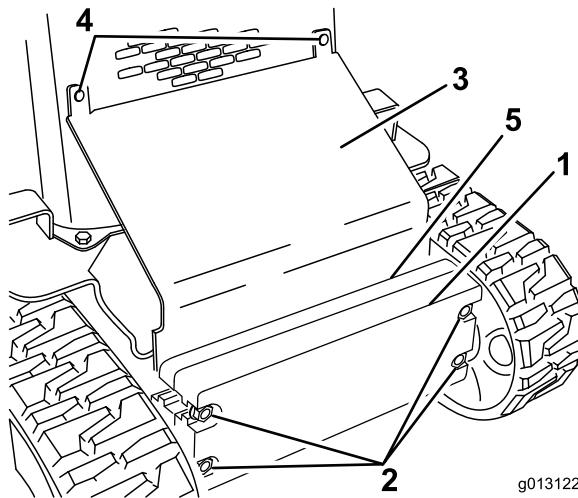

Figure 29
2. Desserrez les boulons de fixation des masses (Figure 29).
3. Enlevez les boulons de carrosserie et les écrous de fixation de la plaque inclinée (Figure 29).
10. Glissez la plaque inclinée entre le cadre et les masses, et fixez-la au panneau avant à l'aide des boulons de carrosserie et des écrous enlevés précédemment (Figure 29).
11. Serrez les boulons de fixation des masses avant (Figure 29).